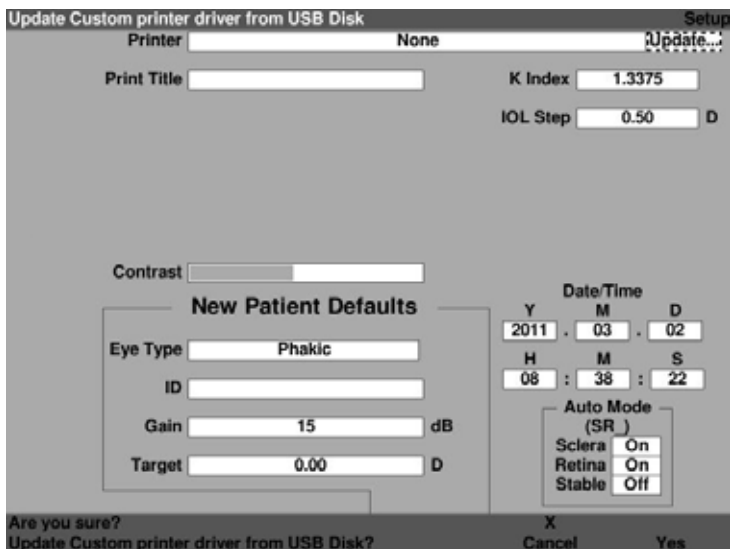

Figura 5-29 *Are You Sure? (¿Está seguro?)*
7. Presione el control giratorio o el botón de marca de verificación para activar el campo, indicado con un borde punteado, como se muestra en la Figura 5-29.